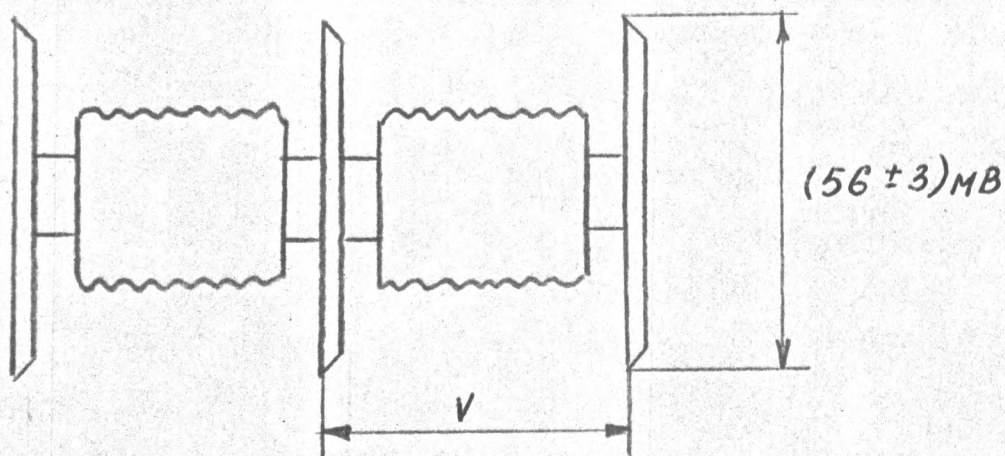

РИС. 7.17
7.6.17.2. ПОДКЛЮЧИТЕ ОСЦИЛЛОГРАФ С1-81 К К.Т.А6-X1, ПРИ ЭТОМ "ОБЩИЙ" ПРОВОД ОСЦИЛЛОГРАФА ПОДКЛЮЧИТЕ К К.Т.А6-X2, ОТКЛЮЧИТЕ ТОК ЗАПИСИ СИГНАЛА ЯРКОСТИ, ДЛЯ ЧЕГО СОЕДИНИТЕ К.Т.А3-X12 ПЕРЕМЫЧКОЙ С "ОБЩИМ" ПРОВОДОМ, И РЕЗИСТОРОМ А3-R85 УСТАНОВИТЕ НАПРЯЖЕНИЕ ЗАПИСИ СИГНАЛА ЦВЕТНОСТИ  $(56 \pm 3)$  МВ, ЧТО СООТВЕТСТВУЕТ ТОКУ ЗАПИСИ СИГНАЛА ЦВЕТНОСТИ  $(5,6 \pm 0,3)$  МА (РИС.7.17).